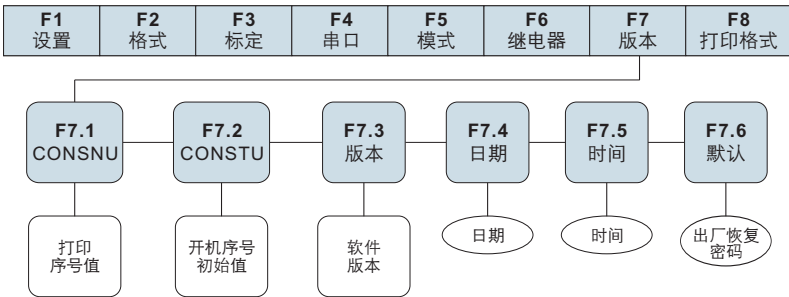

图16.2.1 F7(版本)菜单结构
- 2) 按 \blacktriangleright 键，直至显示屏显示"F7"（见图16.2.1）。按 \blacktriangledown 键进入F7.1菜单。再按两次 \blacktriangleright 键，显示屏显示"F7.3"。
- 2) 按 ▷ 键, 直至显示屏显示"F7" (见图16.2.1)。按 ▽ 键进入F7.1菜单。再按 ▷ 键, 显示屏显示"F7.6"。